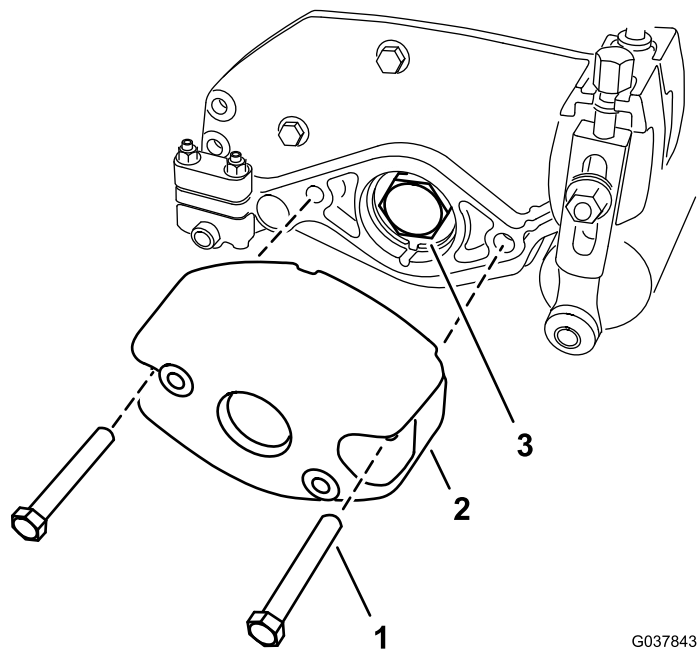

Рисунок 4
1. Выверните 2 болта (5/16 x 2¼ дюйма) из 2 гаек (невыпадающих, удерживаемых боковой пластиной), которые крепят противовес к боковой пластине режущего блока. Снимите противовес (Рисунок 4).
3. Снимите с вала барабана гайку подшипника (Рисунок 4).